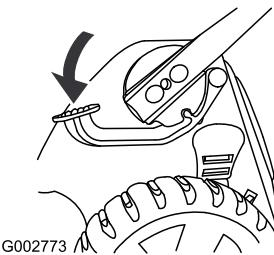

Bild 49
3. Lassen Sie den Motor bei eingekuppeltem Messer laufen und sprühen Sie Wasser vor das rechte Hinterrad (Bild 49).
1. Treten Sie auf das Pedal und halten Sie es gedrückt (Bild 49).